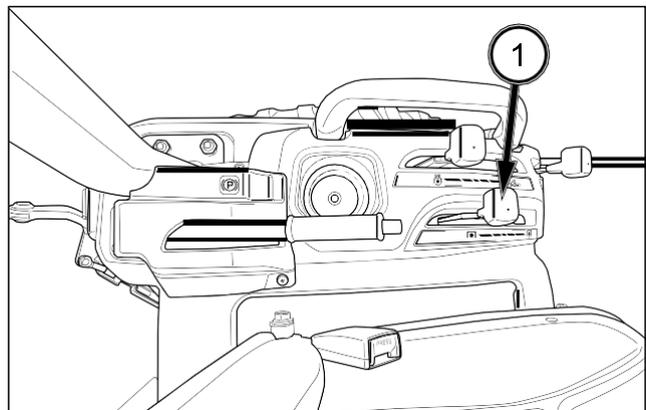

FIG. 3-16
FIG. 3-16: La palanca del embrague de la toma de fuerza (TDF) (1) embraga y desembraga las dos tomas de fuerza (TDF trasera, TDF ventral o las dos al mismo tiempo) del tractor.